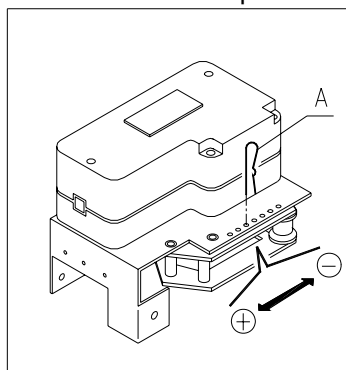

FIG. 14
8.8 REGULACIÓN DE LA TENSIÓN DE LA CORREA FIG. 14